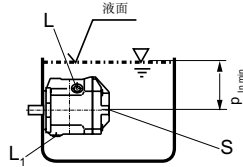

图3
- 当油箱的最低液面在泵顶端之上或同高，则“L1”、“L”和“S”口可开放(见图3。)